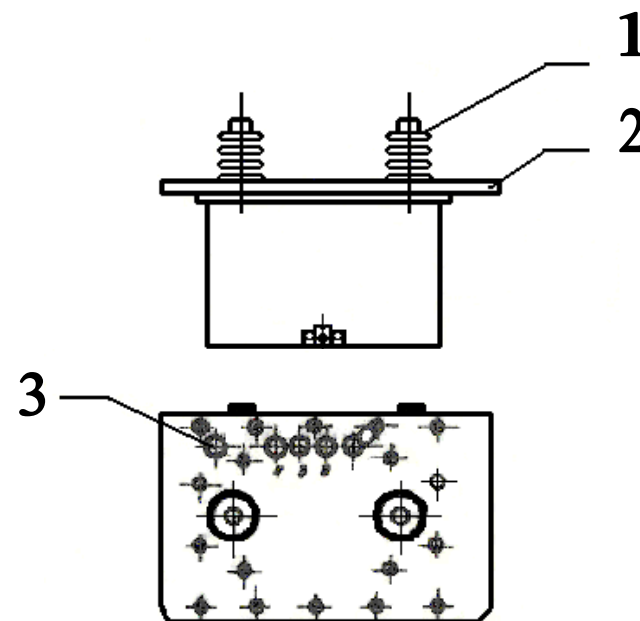

Рис. 2. Высоковольтный повышающий трансформатор
- высоковольтный повышающий трансформатор (см. рис. 2);